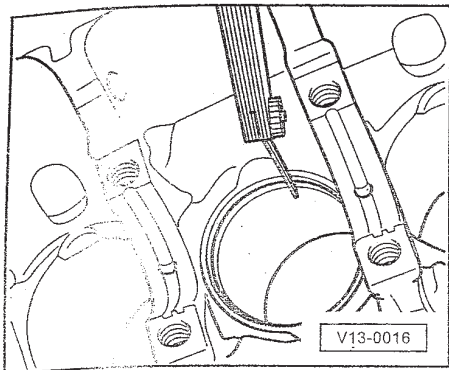

图 1 检查活塞环开口间隙
- ◆ 检查活塞环开口间隙⇒图 1
- ◆ 检查变形⇒图 1
- ◆ 修整密封面⇒15-17 页,图 1